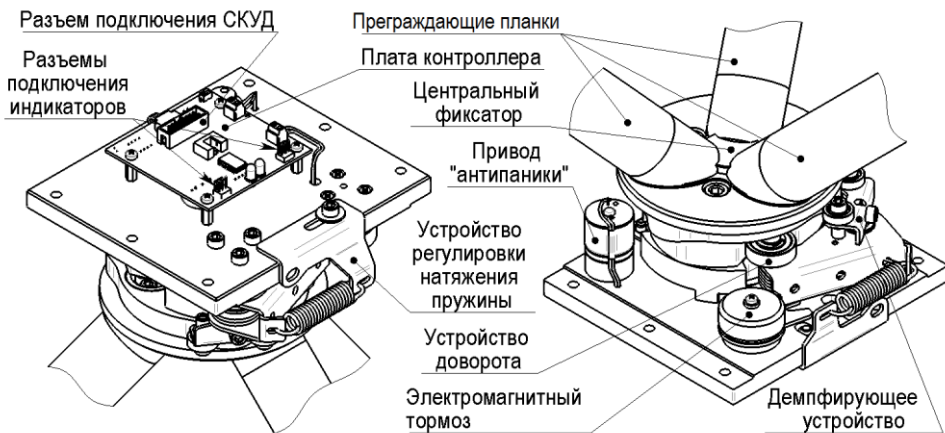

**Рис.3** Место расположения центрального фиксатора трипода
- Наличие режима «Антипаника» – все преграждающие планки турникета опущены в вертикальное положение – возможность быстрой эвакуации. Режим включается как с ручного дистанционного пульта управления, так и непосредственно при нажатии на центральный фиксатор трипода (рис.3).
Режим «Антипаника» можно включить вручную, нажав непосредственно на центральный фиксатор трипода - см. рис.3. При этом нижние преграждающие планки опускаются в вертикальное положение, а верхняя преграждающая планка опускается при первом проходе.
- в режиме «Ожидания» нажмите на пульте кнопку «▶» («Проход А») (рис.3). Засветится зелёным соответствующий индикатор состояния турникета – разрешен однократный проход, проверните планки. После проворота соответствующий индикатор состояния турникета засветится красным – турникет снова в режиме «Ожидания»;